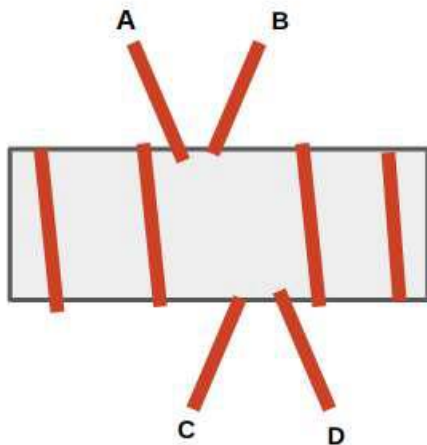

Figure 6-4: Toroid winding diagram
□ Check the continuity of the windings. There should be continuity between A and C and between B and D. (See Figure 6-4.) Verify there is no continuity between A and D or between B and C.
巻線の導通を確認してください。A と C の間、および B と D の間に導通がある必要があります。(図 6-4 を参照)。A と D の間、または B と C の間に導通がないことを確認します。